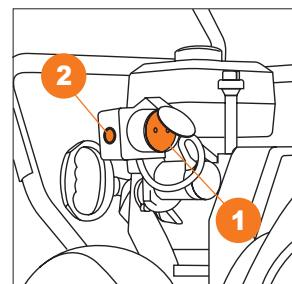

Рис. 17
- Подключите сетевой шнур удлинителя к розетке электрического стартера **1** (Рис. 17).
- Нажмите красную кнопку запуска **2** на корпусе электрического стартера и удерживайте ее до момента запуска двигателя, но не более 5–ти секунд (Рис. 17).